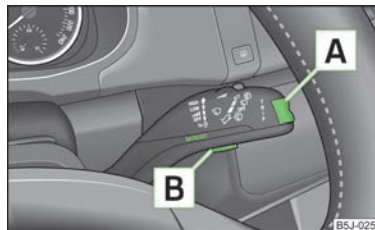

Abb. 7
- › Das **Main menu (Hauptmenü)** durch Drücken der Wipptaste **[A]** » Abb. 7 für länger als 1 Sekunde aktivieren.
- Wenn im Informationsdisplay Warnmeldungen angezeigt sind, müssen diese Meldungen mit der Taste **[B]** » Abb. 7 am Scheibenwischerhebel bestätigt werden, um das Hauptmenü aufzurufen.